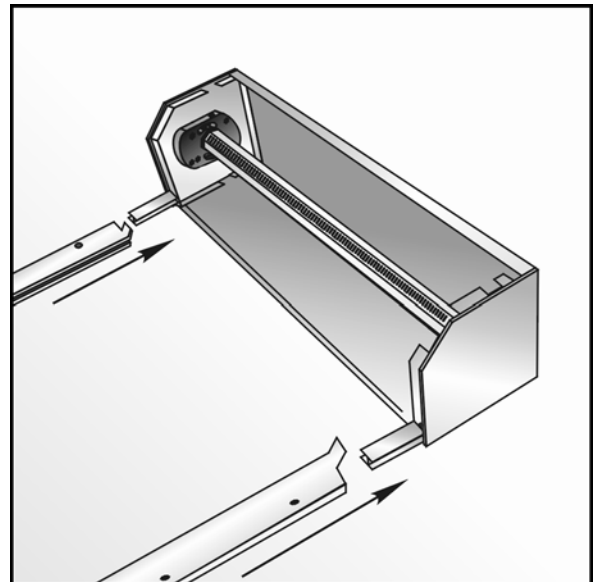

Abb. 2.16
10. Rolltor-Gerüst (Blendenkasten mit Blendenkappen und Führungsschienen komplett) zusammenbauen (Abb. 2.16).